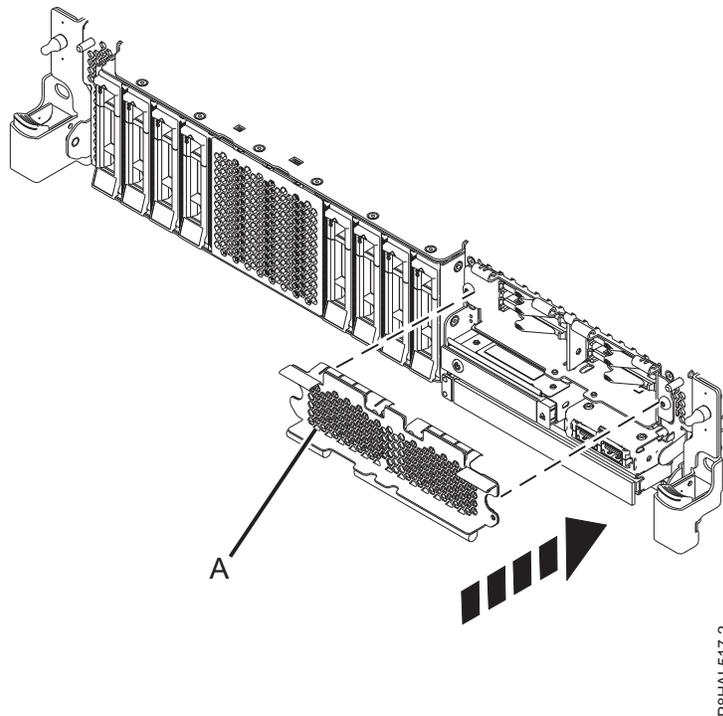

Abbildung 99. SSD-Gehäuse in einem System mit erweiterten Funktionen abdecken
4. Decken Sie das SSD-Gehäuse ggf. mit der perforierten Platte **(A)** ab, wie in Abb. 99 auf Seite 106 dargestellt.